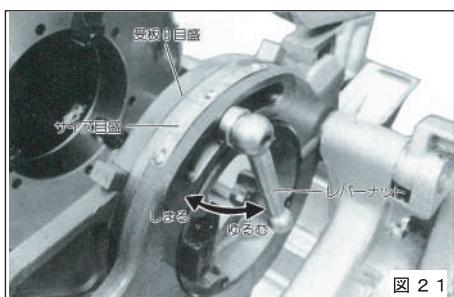

図 21
- ⑤レバーナットをゆるめ、面取りするパイプ寸法（サイズ目盛）の受板のO目盛を合わせてからレバーナットを締め付けてください。（図 21）